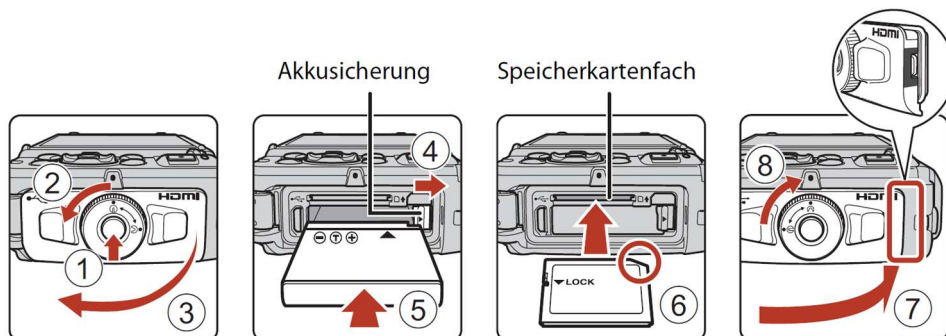

Fig. 12: Einsetzen des Akkus und einer Speicherkarte
2. Den *Freigabeknopf* des Akku-/Speicherkartenfachs drücken (1 in Fig. 12) und den *Riegel* der Abdeckung drehen (2 in Fig. 12), um das Akku-/Speicherkartenfach zu öffnen (3 in Fig. 12).
3. Die orangene *Akkusicherung* verschieben (4 in Fig. 12) und den leeren Akku herausnehmen.
4. Den vollen Akku korrekt ausrichten (Plus- und Minuspol) (5 in Fig. 12), dann die orangene *Akkusicherung* verschieben und den Akku einrasten.
5. Das Akku-/Speicherkartenfach schliessen und fest auf die Kamera drücken, bis die rote Linie an der Seite der Abdeckung verborgen ist (7 in Fig. 12), und dann den *Riegel* der Abdeckung drehen, um ihn einzurasten (8 in Fig. 8).
3. Einschieben der neu einzusetzenden Speicherkarte, bis sie hörbar einrastet (6 in Fig. 12).